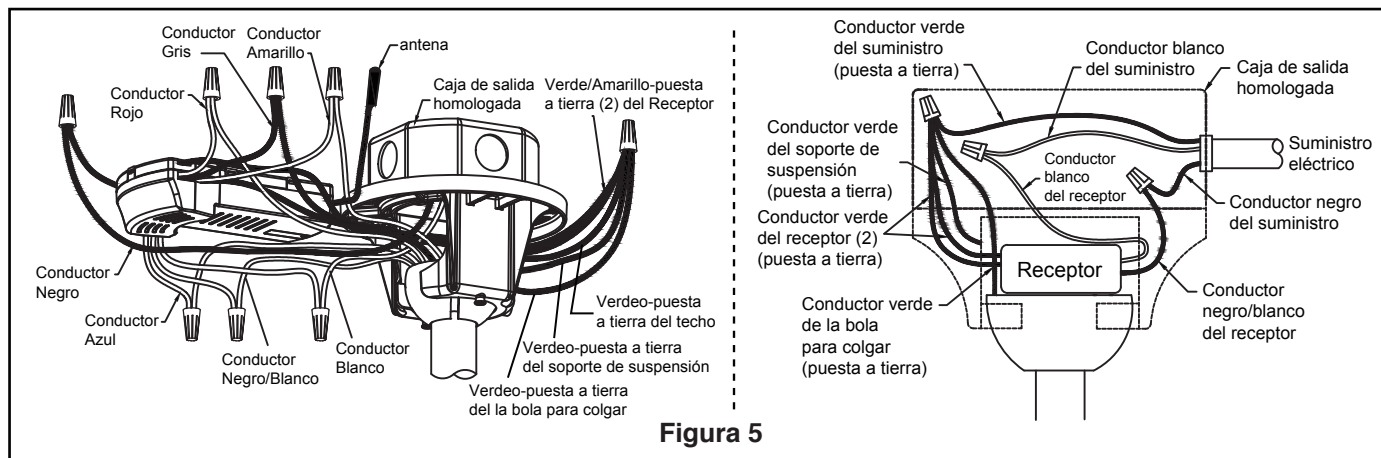

Figura 5
5. Pase los cables a través de la cubierta de unión del motor, la cubierta para el tornillo y el capuchón. (Figura 5)
4. Una vez haya hecho las conexiones, coloque los cables hacia arriba y empújelos cuidadosamente hacia dentro de la caja de la toma de corriente, poniendo los cables blancos y verdes a un lado de la caja y los negros/blancos hacia el otro lado. Los cables deben ser colocados de forma extendida poniendo el conductor de la toma de tierra y el conductor de toma de tierra del equipo a un lado de la caja, colocando el conductor sin toma de tierra en el otro lado de la caja. (Figura 5)
- ☐ 5. Asegure el vidrio en la ensamble de kit de luz girándolo en el sentido de las agujas del reloj y sin apretar demasiado. (Figura 5)
- ☐ 5. Para configurar el código del mando a distancia, Mueva los interruptores de código hasta colocar el código de selección en la posición arriba o abajo. Con un destornillador pequeño o con una lap icera (no se incluye) deslice firmemente hacia arriba o hacia abajo. (Figura 5)